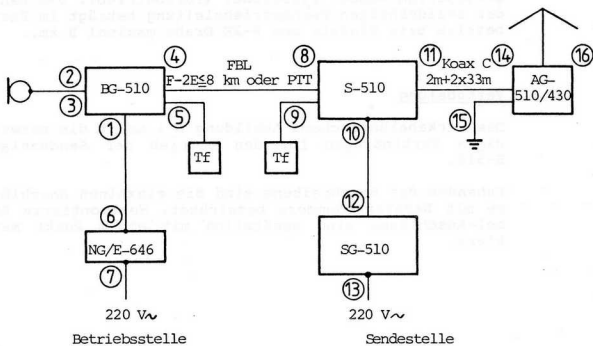

Abbildung 6-1: Verkabelungsschema S-510
Das Verkabelungsschema Abbildung 6-1 zeigt die notwendigen Verbindungen für den Betrieb der Sendeanlage S-510.
Legende zu Verkabelungsschema S-510 (Abbildung 6-1)
6.3.1 Kabelanschlüsse, Abbildung 6-1, Seite 6-4
- AG erden (15) mittels Erdpfahl und Erdkabel 1,5 m (Leichtmetall-Kiste Ant Mat S-510)
- Antenne am AG anschliessen (16)
- Sende-Antennenkabel Koax C max. 2 x 33 m am Sender (11) und über 2 m Adapterkoaxkabel am AG (14) anschliessen
- Speisekabel des Senders an das Speisegerät (12) anschliessen (Kabel im Sender (10) fest montiert). Ueberwurfring des Steckers verriegeln (Bajonettverschluss)
- Fernbetriebsleitung (FBL) am Sender (8) anschliessen (F-2E Draht)
- Fest montiertes Netzkabel des SG (13) an 220 V~ anschliessen
- Bei Bedarf Diensttelefon am Sender (9) einstecken. Das Verbindungskabel befindet sich in der Tasche ZUB S-510.